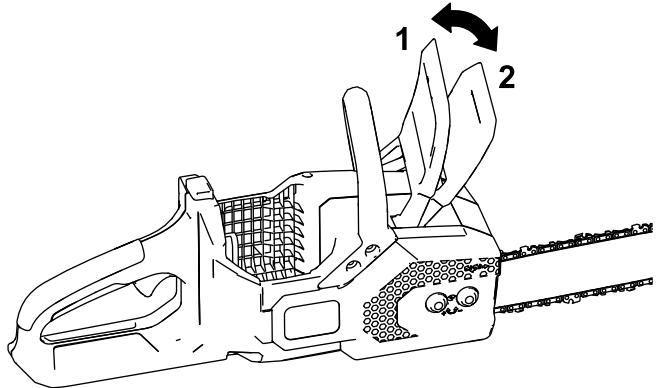

Figura 25
2. Innestate il freno catena spostandolo in avanti nella posizione di ARRESTO (Figura 25).
4. Disinnestate il freno catena spostandolo indietro nella posizione di FUNZIONAMENTO (Figura 25).
4. Assicuratevi che il freno catena sia nella posizione di **FUNZIONAMENTO** (**Figura 25**).